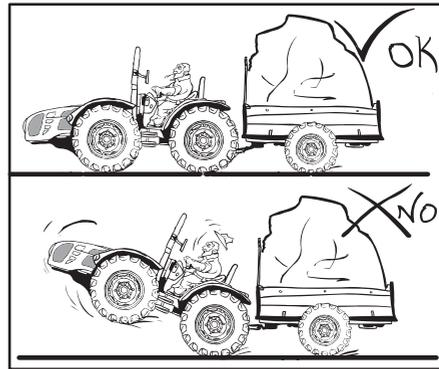

Abb. 2.19
- Nur mit der Zugstange schleppen. - Das Schleppen oder Ankuppeln an anderen Punkten kann zum Umkippen des Traktors führen (Abb. 2.19).